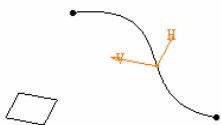

图 2-11
⑤ 使用曲线交点 (Curve Intersection) 模式时, 草图原点是用户所选择的曲线和草图平面的交点, 如图 2-11 所示。